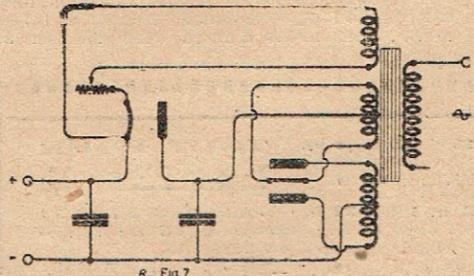
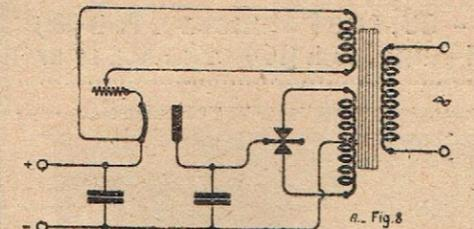

Fig. 7
Fig. 8
P.M. - C.120 Fig. 7
La figure 7 donne le schéma d'un ensemble avec valve redresseuse à filament, et la figure 8 avec valve à gaz type Raythéon.